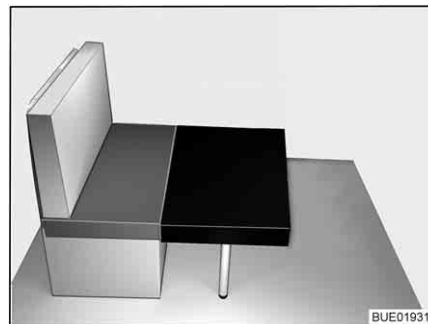

Fig. 32 Trasformazione (1)
- Posizionare il cuscino aggiuntivo piccolo davanti al cuscino del divano dei sedili sul tavolo (vedere Fig. 32).